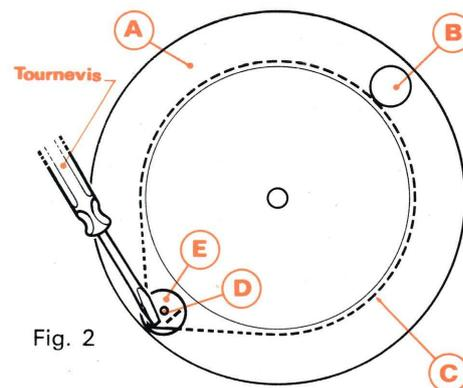

Fig. 2
A. DEPOSE DU PLATEAU (Fig. 2)
- 3° - Dégager la courroie d'entraînement (C) de la poulie moteur (D).
- 4° - Tirer verticalement le plateau (A) en le saisissant par les fenêtres (B) et (E).